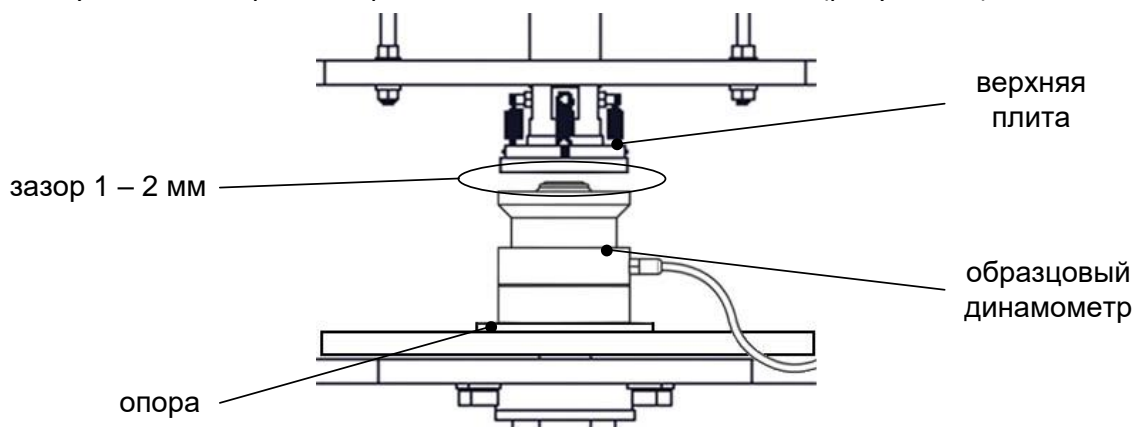

Рисунок 36 – Установка образцового динамометра
- 5) для регулировки положения стола выбрать пункт «Положение стола», нажать **[Режим]** и при помощи ручки управления отрегулировать положение подвижного стола таким образом, чтобы зазор между динамометром и верхней плитой составлял 1 - 2 мм (рисунок 36).